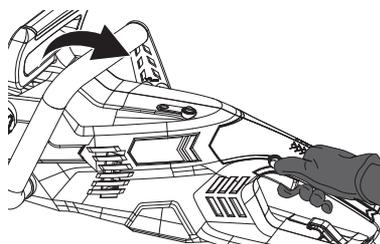

Fig. 20
- Enfoncez le bouton marche/arrêt (18) pour allumer l'appareil (Fig. 20).